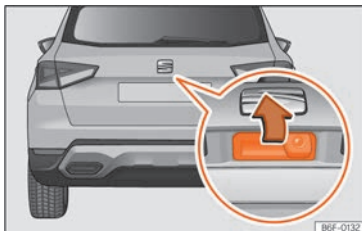

Fig. 57 Porta posterior: obertura des de fora.
- **Obrir:** feu una lleugera pressió a l'agafador. S'obre automàticament »» fig. 57.